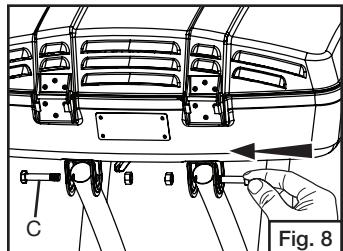

Fig. 8
- Fije los extremos de la manija de remolque a la parrilla con pernos pivot Soporte del pestillo y tuercas. (Fig. 8)